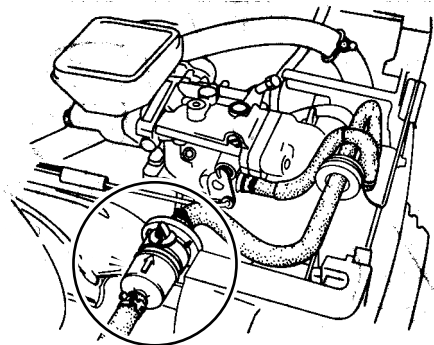

Abbildung 18. Honda-Kraftstofffilter
1. Kraftstofffilter (Abbildung 18) alle 200 Stunden ersetzen.